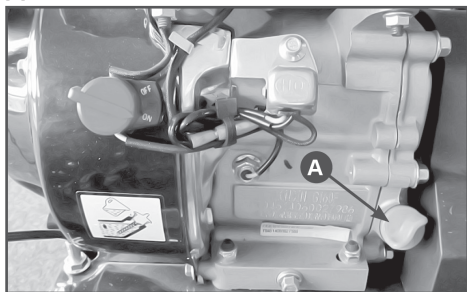

Рис.10 Заправка маслом нового двигателя
2. Снимите крышку/щуп маслозаливного отверстия (А) Рис.10.